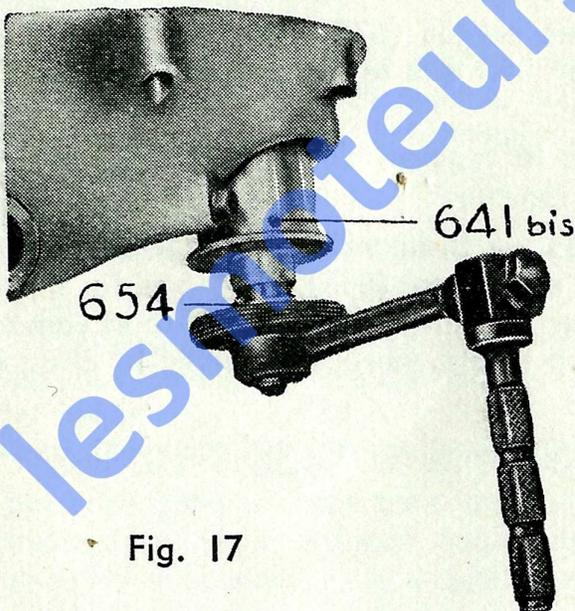

Fig. 17
La figure 17 représente le système de lancement (kick starter) en cours de mise en place dans le logement qui lui est réservé à l'arrière du flasque (338).